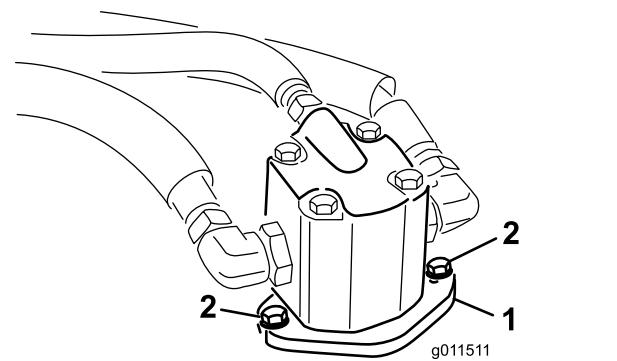

Figure 98
4. Enlevez les boulons qui fixent le moteur hydraulique au plateau de coupe (Figure 98).